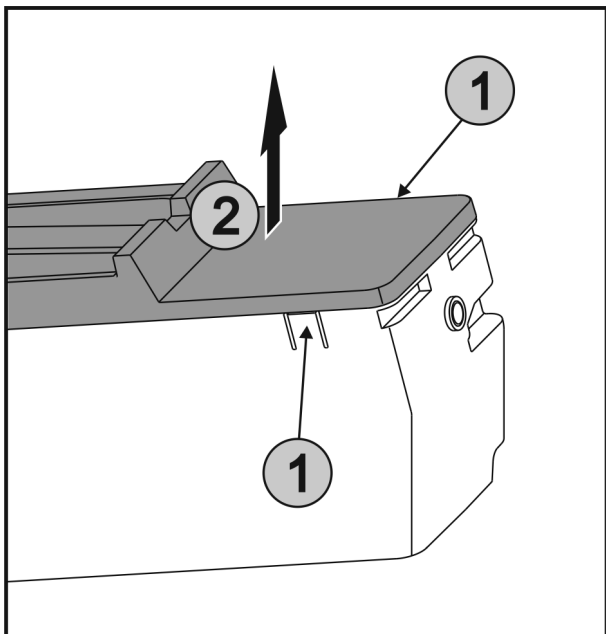

Fig. 81
- ▶ Appuyer simultanément sur les languettes Fig. 81 (1) des deux côtés de l'EasyTwist-Ice et retirer le couvercle Fig. 81 (2) vers le haut.